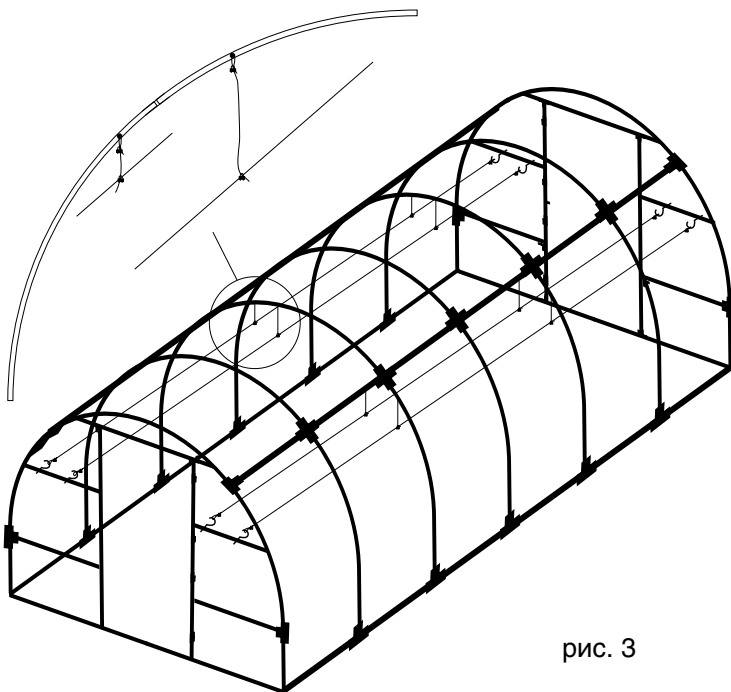

рис. 3
5. Просверлить сквозное отверстие диаметром 5 мм в каждой второй дуге. Продеть трос через отверстие и закрепить с помощью хомута (см. рис. 3).
6. Второй конец троса, свисающего с дуги, с помощью хомута жёстко соединить с горизонтально натянутым тросом. (См. рис. 3). Необходимо для того, чтобы нагрузка равномерно распределилась по всем опорам.